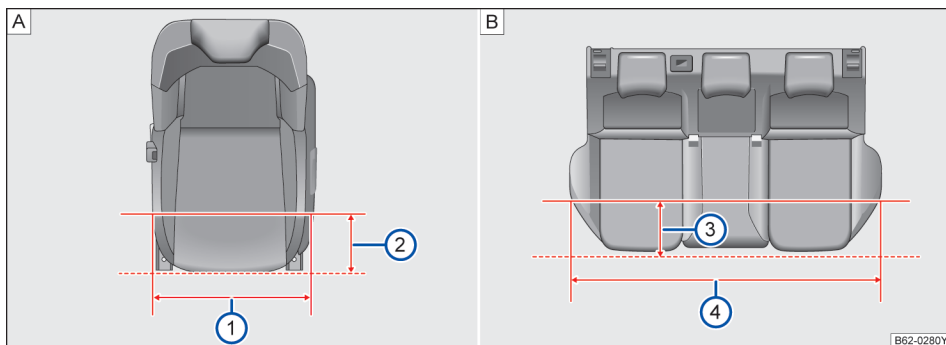

图 66 座椅座宽
如图→图 66 A 在距离前排座椅边缘 200mm 时
→图 66 A ②，前排座椅座垫宽度为 494mm
→图 66 A ①。
如图→图 66 B 在距离后排座椅边缘 200mm 时
→图 66 B ③，后排座椅座垫宽度为 1242.2mm
→图 66 B ④。